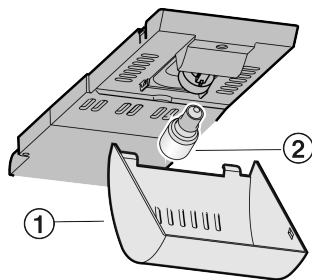

Fig. 12
- ▶ Тримайте кришку Fig. 12 (1) спереду та зніміть ззаду з фіксаторів.
- ▶ Замініть лампочку Fig. 12 (2).
- ▶ Вставте кришку Fig. 12 (1).